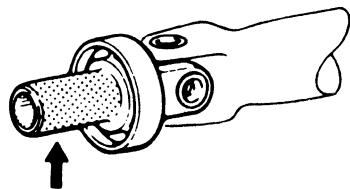

图 3-106 将轴套叉涂上齿轮油
(1) 如图 3-106 所示, 对轴套叉涂敷所规定的准双曲面齿轮油。所规定的齿轮油为准双曲面齿轮油 API 分类 GL-4 级或更高级, SAE 粘度 80W、75~85W。